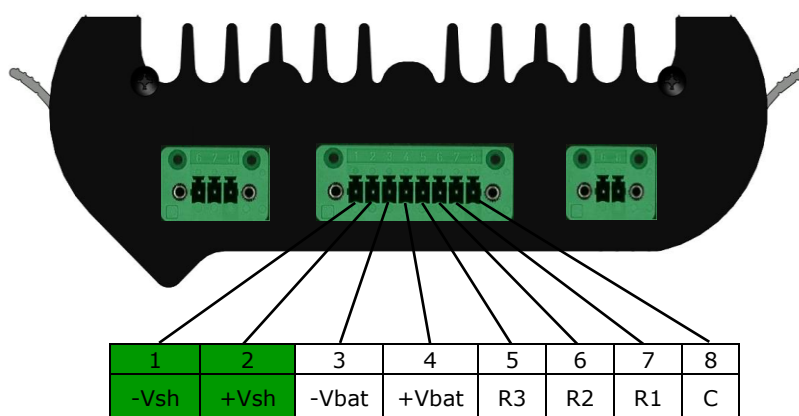

Figura 11
2. Conecte un extremo del cable a la borne del LEO20 a las bornas de entrada de shunt del regulador LEO20 Maestro (ver figura 11).